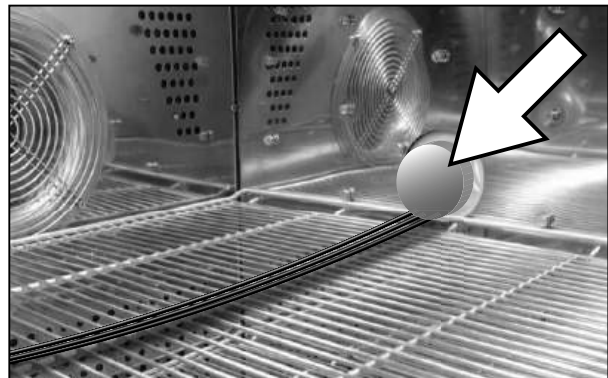

Fig. 17 Orificio para introducir cables con tapón de cierre en el lateral derecho del equipo
4. Compruebe que el tapón de cierre de silicona que hay en el paso ubicado en la parte derecha del equipo está puesto y cerrado de forma hermética (véase la Fig. 17 página 27).
La compensación de la presión se puede acelerar notablemente retirando el tapón de silicona (véase página 27, Fig. 17).
Para los especímenes que necesitan conductos durante la prueba (para el suministro de corriente o bien a efectos de medición), la cámara para pruebas está equipada con un orificio para introducir cables en su parte derecha (Fig. 17).